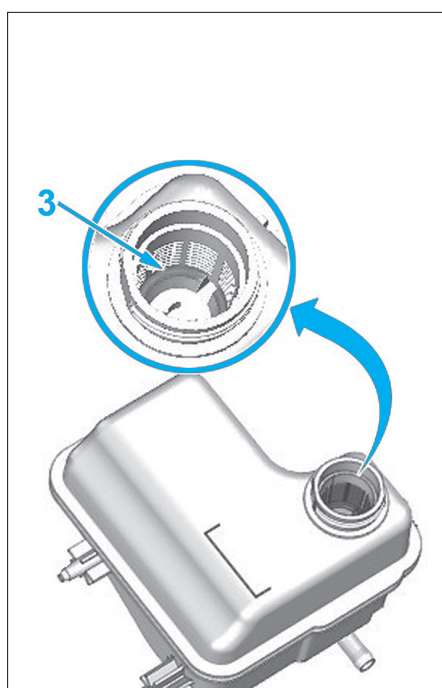

Fig. 24
- Remplir le réservoir d'assistance de direction jusqu'au repère maximum (3) (Fig.24).
- Compléter le niveau de liquide de direction assistée jusqu'au niveau maximum (3).